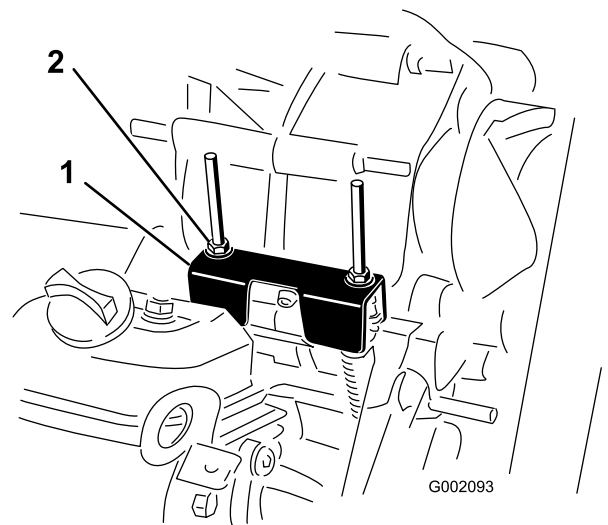

図 35
定期整備を行う時やエンジンの故障診断を行う時には、トランスアクスルをニュートラルにシフトしておく必要があります（図 35）。トランスアクスルをニュートラル位置にするにはシフトレバーを操作します。以下の操作を行って、ニュートラルでシフトレバーが正常に機能することを確認してください：
2. ニュートラルブラケットがニュートラル位置（シフトブラケットの下にあるケーブル取り付けブラケットと面一になっている）ことを確認する（図 35）。この位置で、車両が前にも後ろにも動き出さないことを確認する。動き出す場合、ニュートラルブラケットをニュートラル位置まで手で動かして修正する。
3. ロックナットのうちの1個（図 35）を締め付けて、0.07-0.15 mm のすきまを作る。